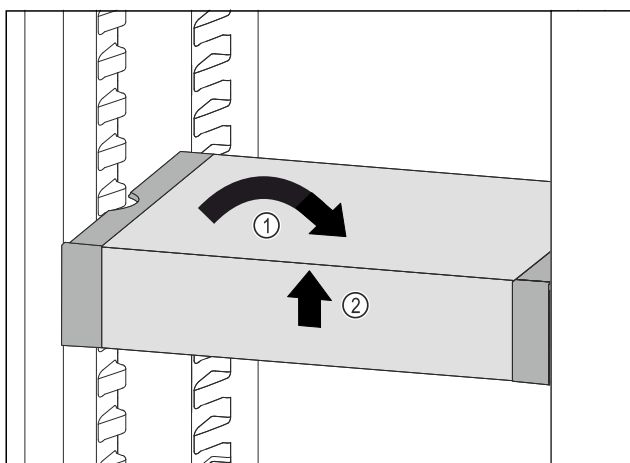

Fig. 89
- Ställ VarioSafe rakt. Fig. 89 (1)
- Lyft VarioSafe framåt. Fig. 89 (2)